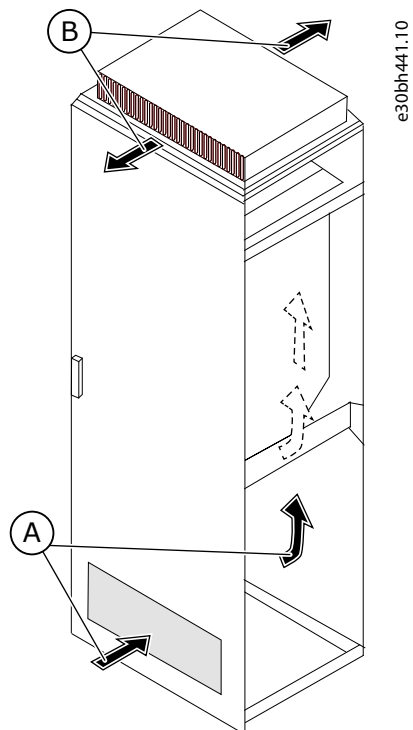

Рисунок 9: Охлаждающий воздух внутри шкафа
- Отверстия для выпуска воздуха должны располагаться сверху шкафа. Минимальные размеры выходных вентиляционных отверстий см. в Таблица 6, рекомендуемые схемы вентиляции см. в Рисунок 9.